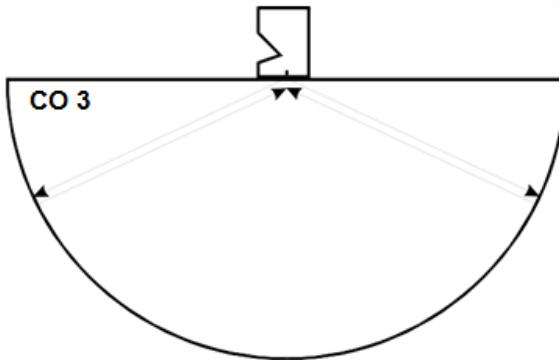

Рисунок 5.2 - Приложение ПЭП к СО3
5.2.2 Приложите ПЭП к СО3 так, как показано на рис. 5.2